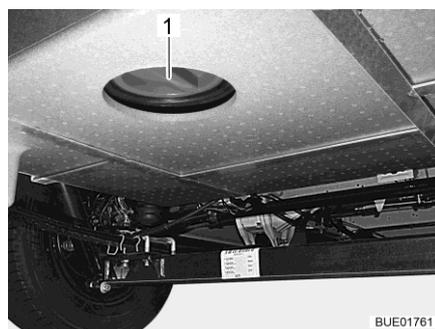

Fig. 285 Apertura per la pulizia (serbatoio delle acque grigie)
- A questo scopo aprire l'apertura per la pulizia (Fig. 285,1) per il serbatoio delle acque grigie e il rubinetto di scarico.